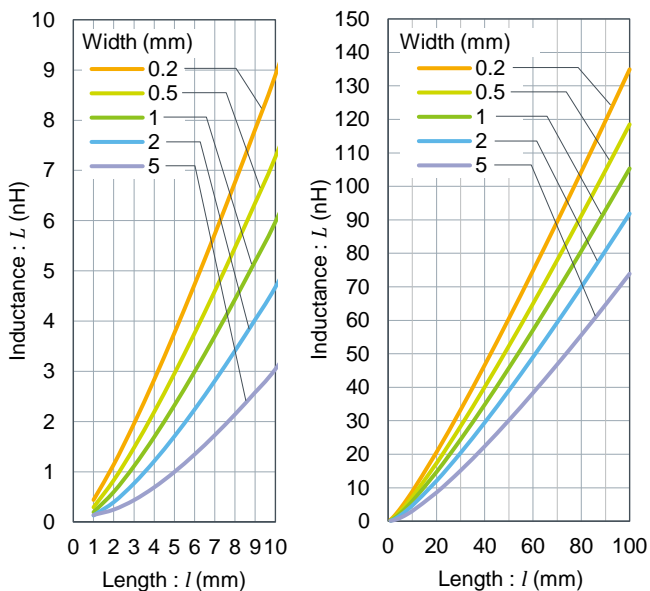

Figure 5. 铜箔配线的电感值
铜箔配线的电感值可根据计算式(2)来估算。代表的计算结果如 Figure 5 所示。
寄生电感值即使在数 nH 也有影响，所以值请参考计算式 (2) 和 Figure 5。加宽线宽也是降低数值的有效手段。